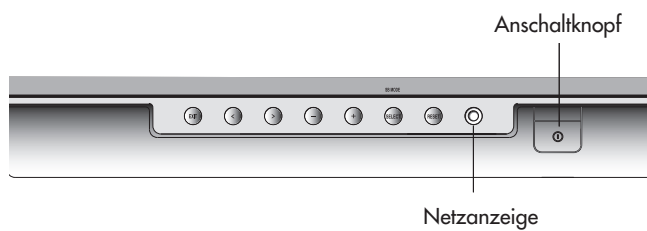

Figure D.1
6. Schalten Sie den Monitor (**Abbildung D.1**) und den Computer ein.